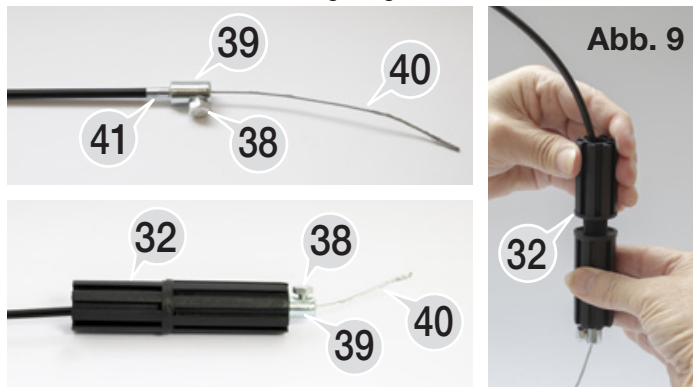

Abb. 9
- Drehen Sie den Handgriff "32" (Abb. 9) heraus, um den Motor zu entriegeln.
- Drehen Sie die Kronenbaugruppe "27" um 180°, um mit dem zweiten Befestigungsloch zu arbeiten. Wenn sich die Krone nicht dreht, vergewissern Sie sich, dass Sie die "Installation des Kabelschnur-Entriegelungsmechanismus" auf Seite 22 durchgeführt und den Entriegelungsgriff "22" wie in Abb. 9 gezeigt gelöst haben.
- Blockieren Sie den Getriebemotor, indem Sie den Handgriff "32" anschrauben wie in Abb. 9) gezeigt.